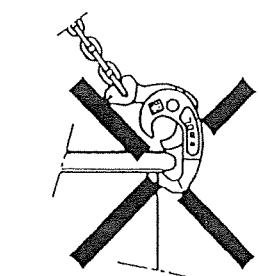
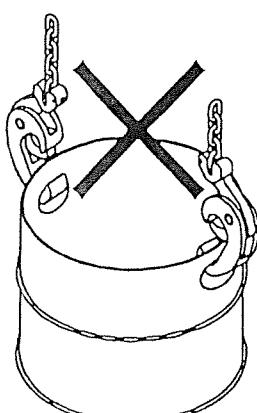

図5
図9
- 本体先端部に、つり荷を引っかけて使用しないでください。(図5、図9)